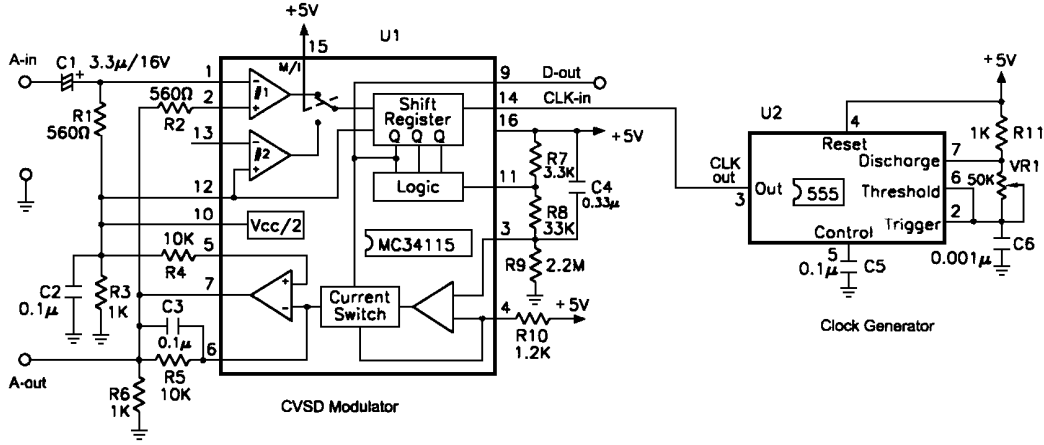

Fig. 16-5 CVSD modülatorü
Fig. 16-5 ve 16-6, sırası ile pratik CVSD modülatör ve demodülatör devresini göstermektedir.
- 1. Fig. 16-5'deki CVSD modülatör devresini KL-94004 modülü üzerinde gerçekleştirin.